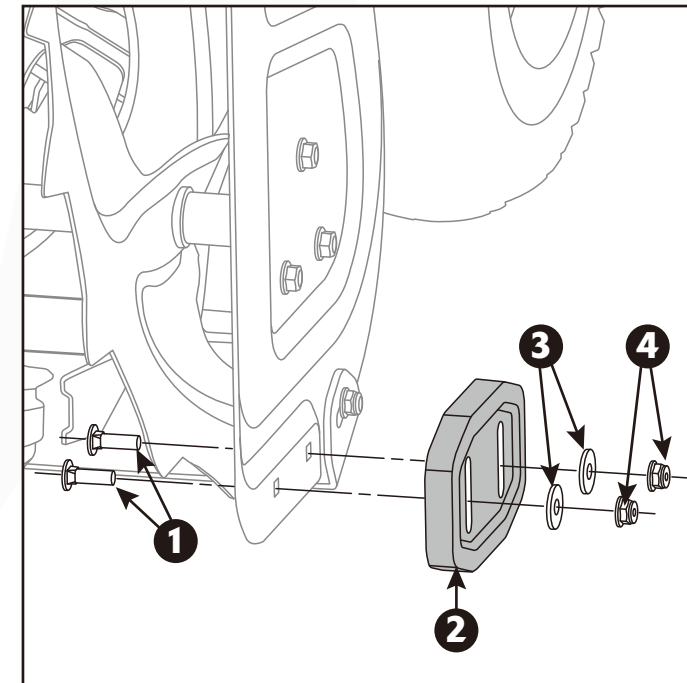

Figura 6
1. Fije los patines ajustables al alojamiento de la barrena. Inserte los pernos desde el interior del alojamiento de la barrena y asegure el patín con arandelas y tuercas. No apriete demasiado. (Figura 6)